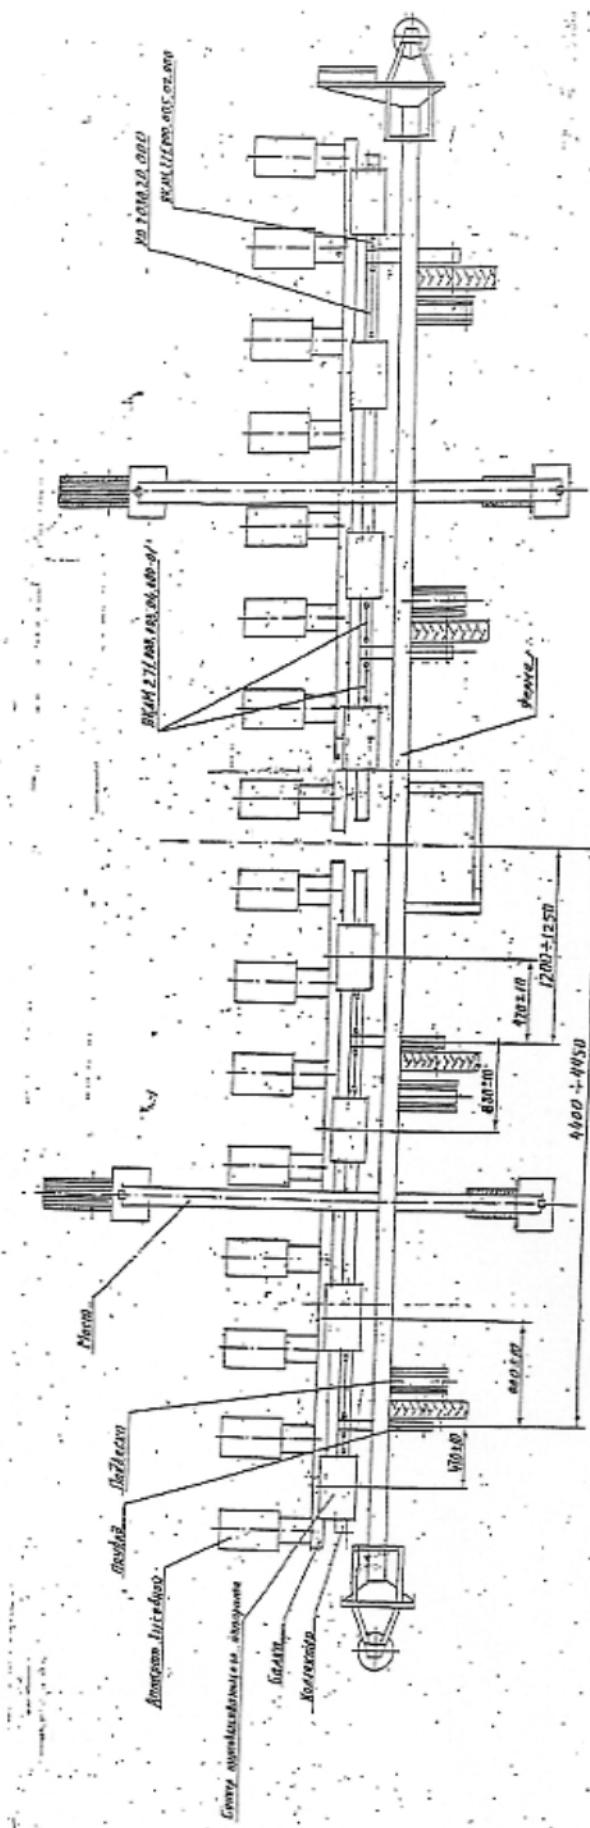

Рис. 11
- 5.3 Перенастройка сеялки СТП «Ритм-24Т» на междурядье 700 мм (посев кукурузы и подсолнечника) см. рис.11:**
Схема присоединения гибких рукавов Ø 100 мм на сеялке приведена на рис.11.